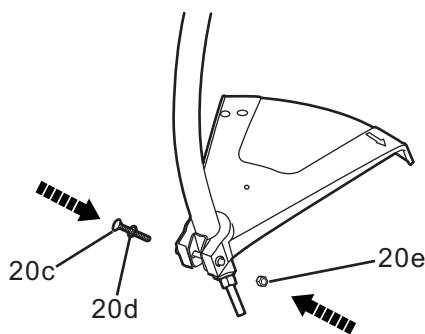

Fig. 3
- > Placez le capot de protection (20) et son support (20b) sur le support situé sur le tube inférieur (fig. 3).
- > Fixez le capot (20) avec le boulon (20c), la rondelle (20d) et l'écrou (20e). Serrez bien le boulon.